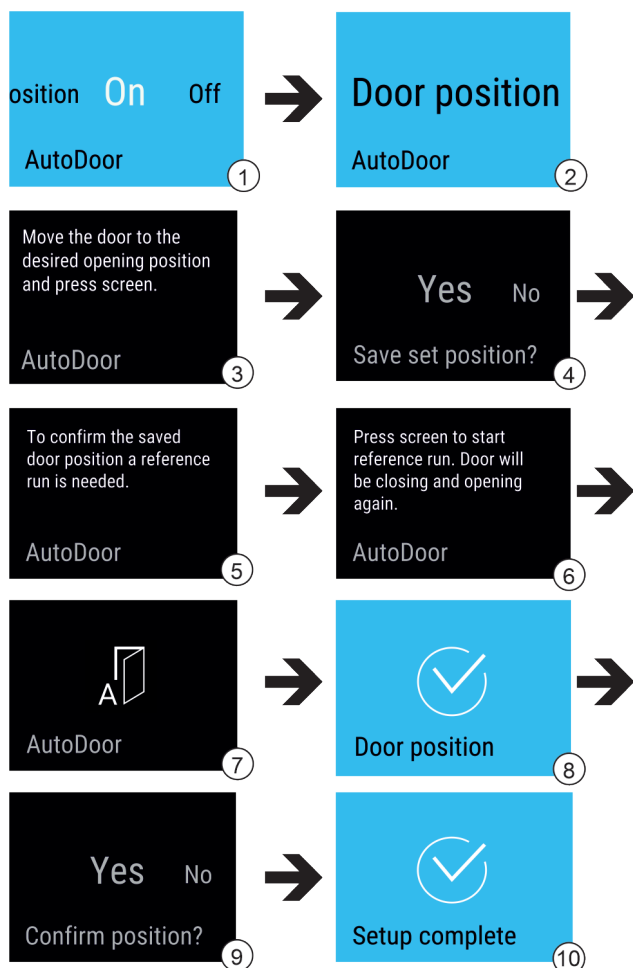

Fig. 17
- ▶ Functie AutoDoor selecteren. Fig. 17 (1)
- ▶ Weergave op het display vegen tot Door position verschijnt. Fig. 17 (2)
- ▶ Deuropeningshoek configureren: Deur minstens 70° openen. Fig. 17 (3)
- ▶ Deuropeningshoek bevestigen: Op displaymelding tikken. Fig. 17 (4)
- ▶ Referentiebeweging starten: Op display tikken. Fig. 17 (6)
- ▷ Display knippert. Fig. 17 (7)
- ▷ Referentiebeweging succesvol: Display wordt 2 seconden blauw. Fig. 17 (8)
- ▶ Deuropeningshoek bevestigen. Fig. 17 (9)
- ▷ Display wordt blauw. Fig. 17 (10)